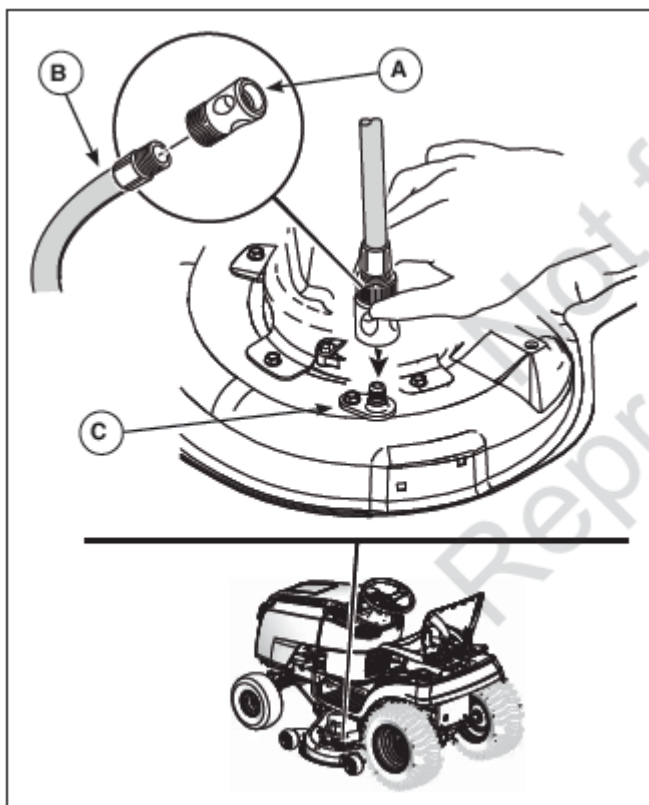

Рис. 14
2. Подсоедините быстросъемный переходник (А, рис. 14) к садовому шлангу (В) и вставьте его в промывочное отверстие (С) на косилочной деке.